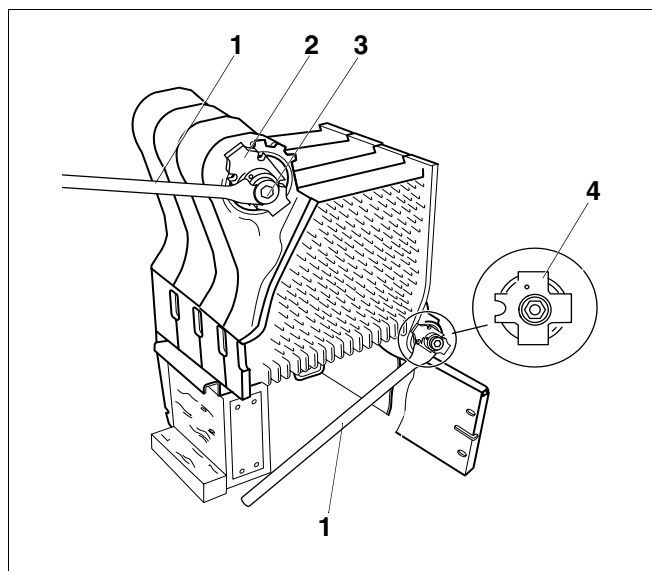

Fig. 15 Serrer les éléments de chaudière
- Bloquer la barre de traction au milieu des moyeux et serrer légèrement (fig. 15) les outils de serrage à l'aide de l'écrou de tension (fig. 15, **pos. 3**).
- Placer le cliquet (fig. 15, **pos. 1**) sur les écrous de serrage (fig. 15, **pos. 3**) et resserrer les éléments de chaudière de façon régulière jusqu'à ce que la fente entre les moyeux ne soit plus visible.
Légende pour fig. 15